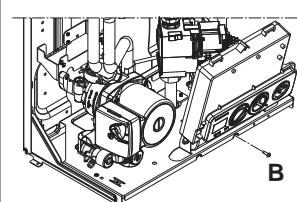

рис. 3.4
- Отвинтите винт крепления панели приборов «B» (рис. 3.4)